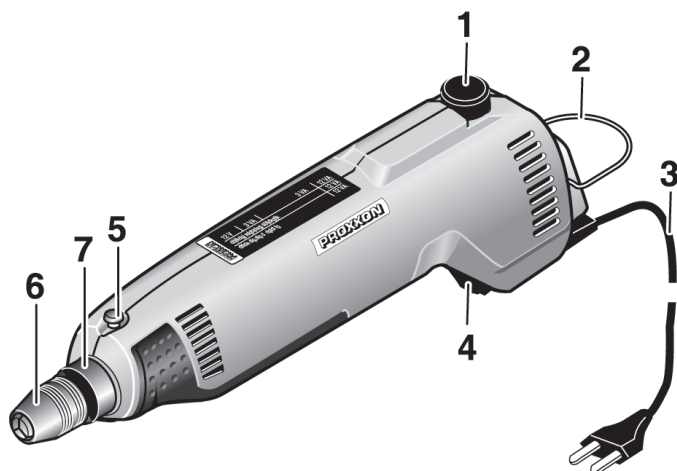

Fig. 1
1. Ligar o aparelho no interruptor **4** (fig. 1) e ajustar no botão **1** (fig. 1) o número de rotações correspondentes ao trabalho.